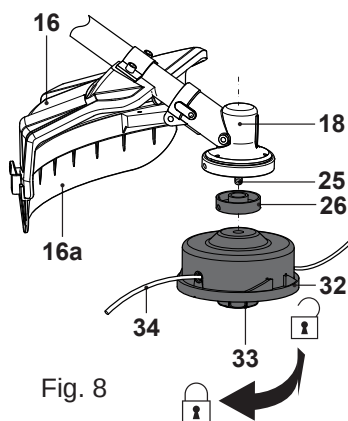

Fig. 8
- > Introduisez et serrez l'extrémité du fil en nylon comme indiqué (Fig.8).